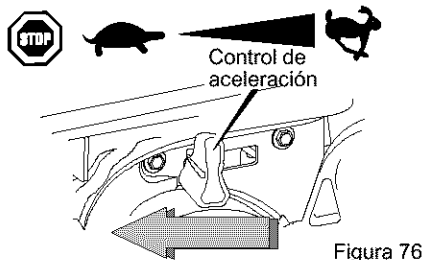

Figura 76
1. Para parar la marcha del motor, mueva la palanca de control de aceleración a la posición "LENTO", luego a la posición "PARAR" (vea la Figura 76).